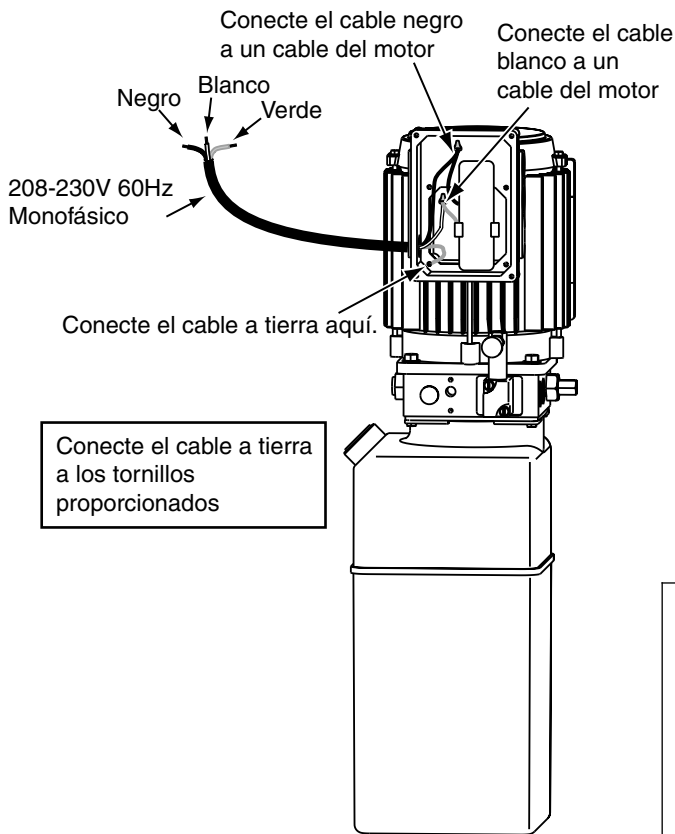
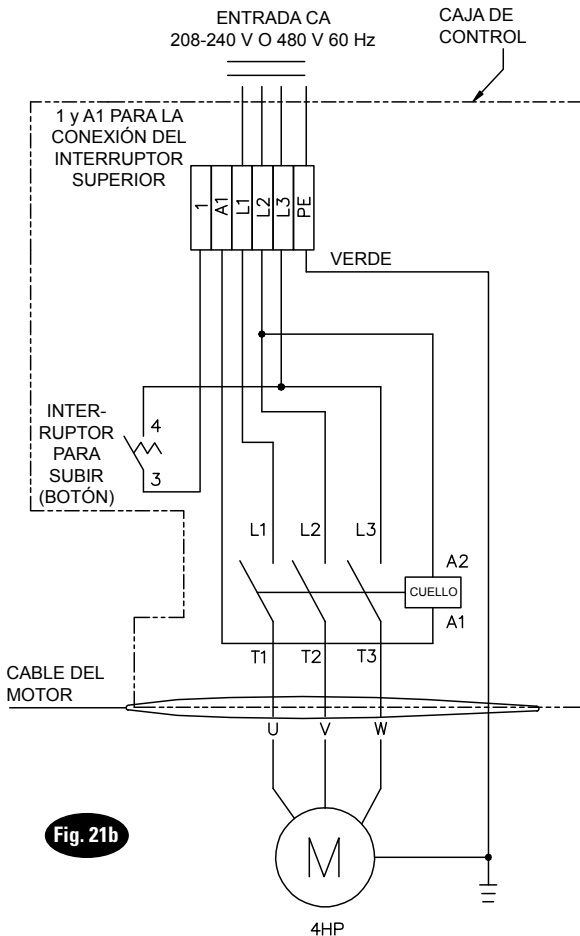

Fig. 20
Fig. 21b
- 11. Eléctrico:** Haga que un electricista conecte la fuente de alimentación apropiada al motor, Fig. 20, Fig. 21, y Fig. 21b. El calibre del cable debe ser el adecuado para un circuito de 20 amp. Consulte la Tabla de Datos de Operación del Motor.
IMPORTANTE Utilice circuitos separados para cada unidad de energía. Proteja cada circuito con fusibles de acción retardada o interruptores automáticos. Para sistemas monofásicos de 208-230V, utilice fusibles de 20 amp. Para sistemas trifásicos de 208-240V, utilice fusibles de 15 amp. Para sistemas trifásicos de 400V y más, utilice fusibles de 10 amp. Para cableado de 3Ø vea la Fig. 21 y Fig. 21b. Todo el cableado debe de cumplir con las NEC y todos los códigos eléctricos locales.